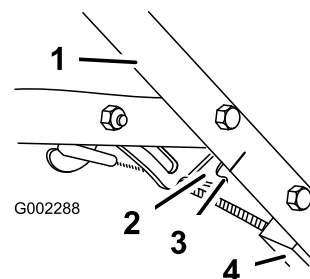

Figura 25
4. Afloje la tuerca del soporte del cable (Figura 25).